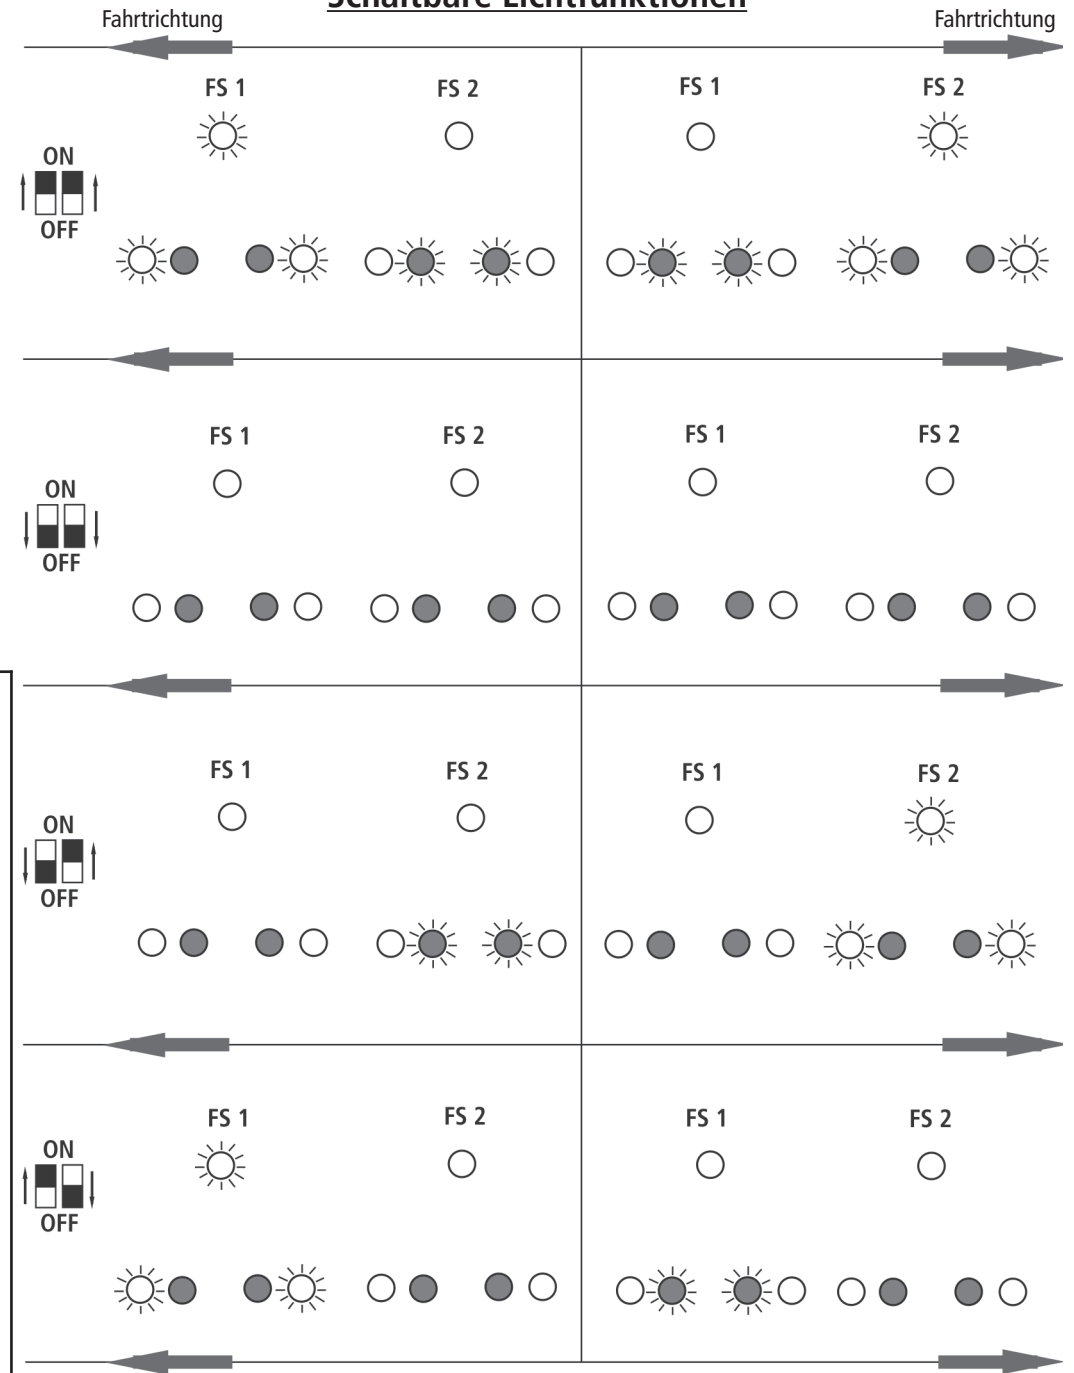
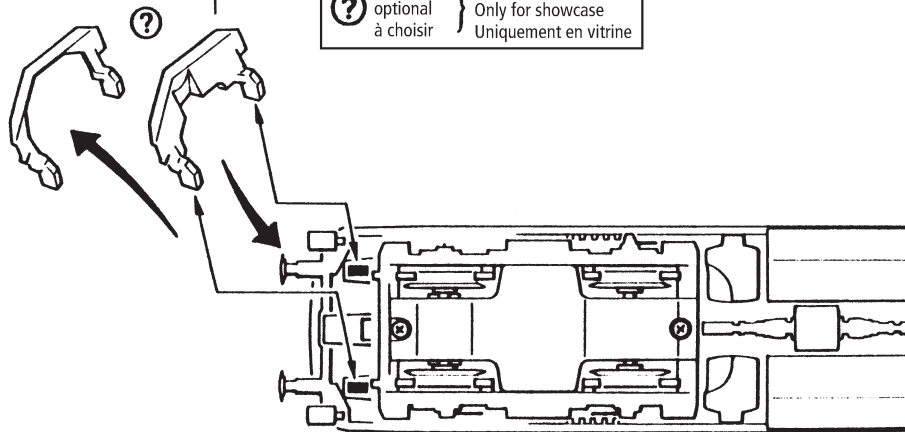

Fig. 6
Fig. 3
Mehrzugbetrieb: Zuerst Lokgehäuse abnehmen (Fig. 3). Danach den Brückenstecker aus der Schnittstelle entfernen (diesen sorgsam aufbewahren). Danach den Stecker des Steuerbausteins lagerichtig einsetzen (siehe Fig. 6).
2. Schmierung: Versehen Sie die im Schmierplan in Fig. 7 gekennzeichneten Stellen mit nur **kleinen Öltropfen**. Dazu zuerst das Lokgehäuse abnehmen (Fig. 3). Wir empfehlen den ROCO **Öler Art.-Nr. 10906**. Fürs Schmieren der Getriebeteile (Zahnräder, Schnecke) empfehlen wir das **ROCO-Spezialfett Art.-Nr. 10905**. Im Falle der Schmierung diese Teile **nicht ölen**.
4. Motorwechsel: Lokgehäuse abnehmen (Fig. 3). Danach wird der Motor ausgebaut und ausgetauscht (Fig. 9).
Finally put the plug of the chip into the interface as shown in fig. 6.
2. Lubrication: Apply **tiny oil drops** to spots marked in fig. 7. Prior to lubrication dismantle locomotive (fig. 3). We recommend using item no. **10906, ROCO oiler**. For lubrication the gearparts (e.g. cogwheels, worm) we would recommend our ROCO **special grease** (item no. **10905**).
4. Motor Changing: First remove loco body (fig. 3), and then the motor (fig. 9).
Enlevez la fiche de shuntage de l'interface (à conserver!) et enfichez finalement la fiche du module de télécommande aux prises de l'interface. Veillez à la position correcte de la fiche (voir fig. 6).
2. Graissage: N'appliquez **qu'une toute petite goutte** aux endroits indiqués par le plan de graissage (fig. 7) après avoir démonté la caisse de la locomotive (fig. 3). Nous vous recommandons **le graisseur à huile ROCO réf. 10906**. Pour graisser les engrenages (roues dentées, vis sans fin) nous vous conseillons la **graisse spéciale ROCO réf. 10905** pour engrenages en matières synthétiques. Lorsque vous utilisez cette graisse il faut éviter d'huiler ces composants.
4. Remplacement du moteur: Démontez la caisse (voir fig. 3). Démontez ensuite le moteur et échangez du moteur (fig. 9).
1. siehe } Fig. 3